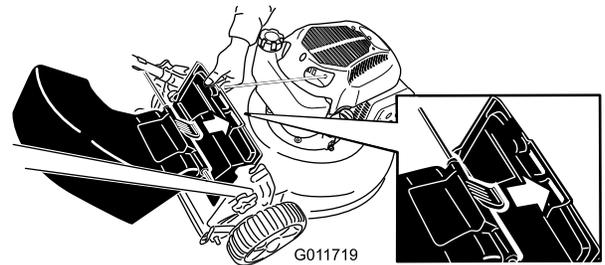

Figura 15
3. Introduzca la pestaña del deflector de descarga trasera en la ranura derecha del deflector trasero (Figura 15).